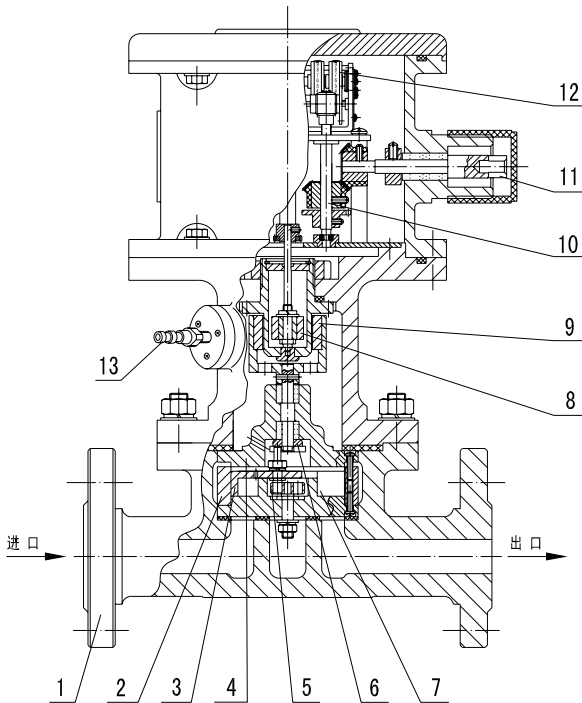

图 1 流量计结构图
流量计的结构如图 1 所示,由壳体、计量室、旋转活塞、偏心轮、联接磁钢、齿轮机构、记数机构和转数输出轴等零部件组成。
3. 当使用 LS-15A (B) 型流量计时，在初次使用情况下，或在断续使用以致管道排空的情况下，流量计要达到准确计量前必须进行排气，排气时旋松排气螺塞（参见图 1）使滞留在计量室内的气体得以排除。待排气螺塞孔中有液体溢出时就重新旋紧排气螺塞。然后进行正式计量。